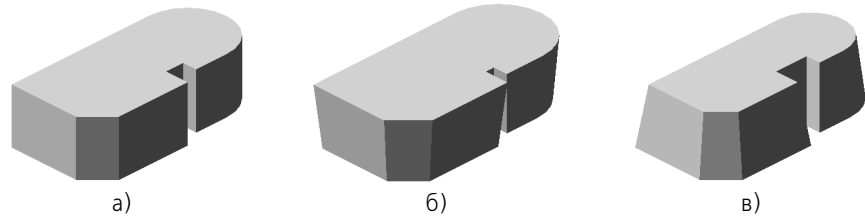

Рис. 84.3. Выдавливание в одном направлении:
- ▼ При выдавливании в прямом или обратном направлении (рис. 84.3) задайте направление уклона, активизировав переключатель **Внутри** или **Наружу** в группе **Уклон 1 (Уклон 2)**. Введите значение угла уклона в поле **Угол 1 (Угол 2)**.